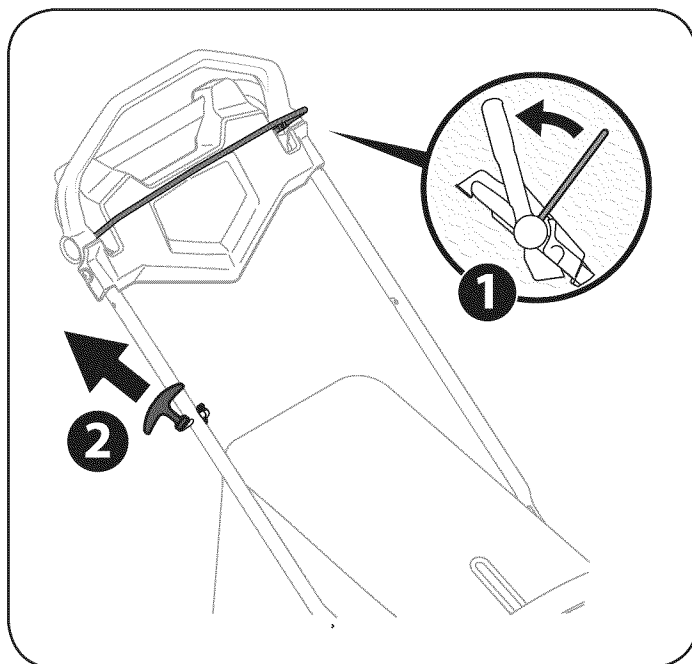

Figura 14
2. Sostenga firmemente las dos manijas juntas, tome la manija del arrancador de retroceso y tire de la cuerda para sacarla con un movimiento rápido y continuo. Vea la Figura 14. Mantenga firme la manija del arrancador, deje que la cuerda regrese lentamente al arrancador. Repita hasta que el motor esté en marcha. Deje que la cuerda se enrosque lentamente de regreso.